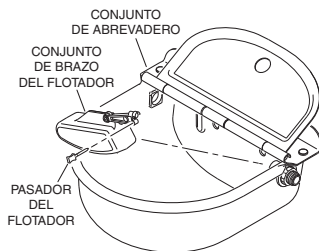

Figura 1
2. Extraiga el pasador y el conjunto de brazo de flotador del abrevadero para tener acceso a los orificios de montaje (ver la figura 1).
4. Haga un orificio en cada uno de los dos (2) lugares marcados.